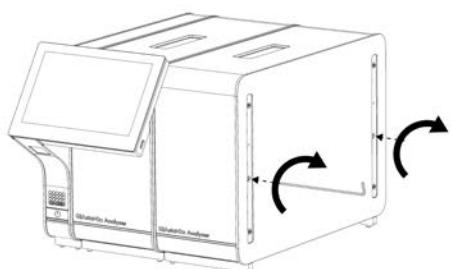

Figura 16. Alinierea și atașarea modulului analitic suplimentar.
4. Centrați modulul analitic suplimentar pe modulul analitic existent. Strângeți șuruburile folosind instrumentul de asamblare modul analitic-operațional, livrat împreună cu QIAstat-Dx Analyzer 1.0 (Figura 16).